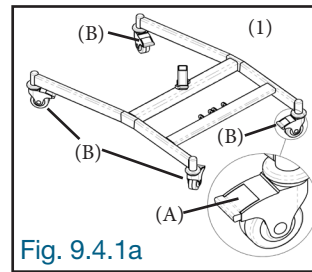

Fig. 9.4.1a
9.4.1 Déposer la base avec roues (1) sur le sol et bien verrouiller le frein (A) des quatre roues (B) (Fig. 9.4.1a).